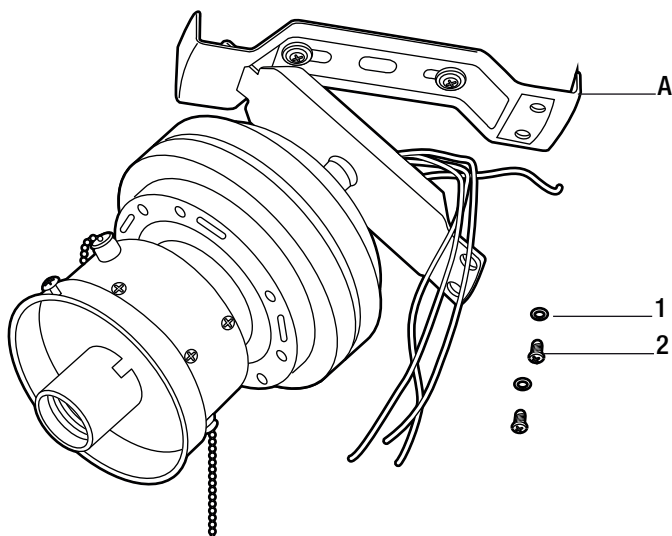

Figura 7
- Haga coincidir los tres agujeros en los dos extremos de la barra de soporte (A) con tres tornillos del colgador. Asegure el ensamble del ventilador sobre la barra de soporte (A) usando los tornillos preensamblados (1) y arandelas (2) (Figura 7 y 8).